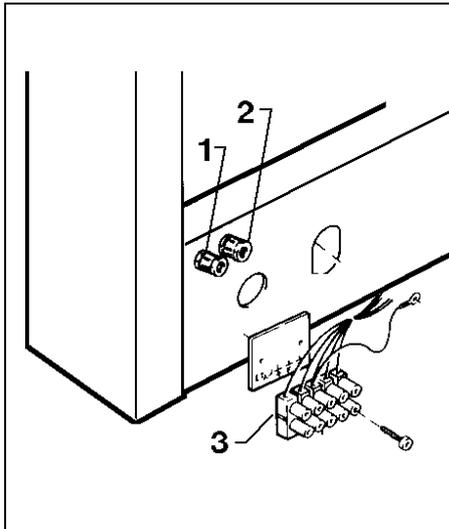

Fig. 25
**avant de connecter les câbles il faut les faire passer à travers le passe-câble 2 (fig. 25), le fil de terre doit être plus long que la phase neutre, car en cas d'accroc, il sera le dernier à se détacher.**
. connecter un thermostat d'ambiance TA (le câble doit passer à travers le passe-câble 1, fig. 25).